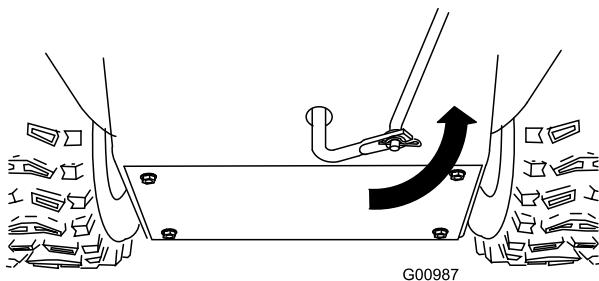

Figure 13
- Tournez le bras de liaison inférieur complètement vers le haut (sens antihoraire) (Figure 13).